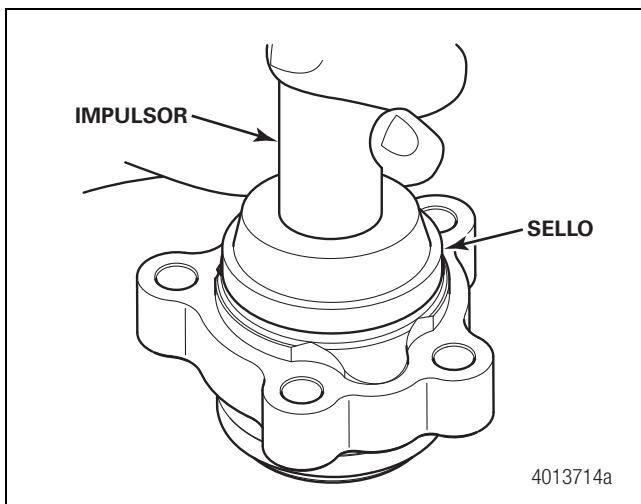
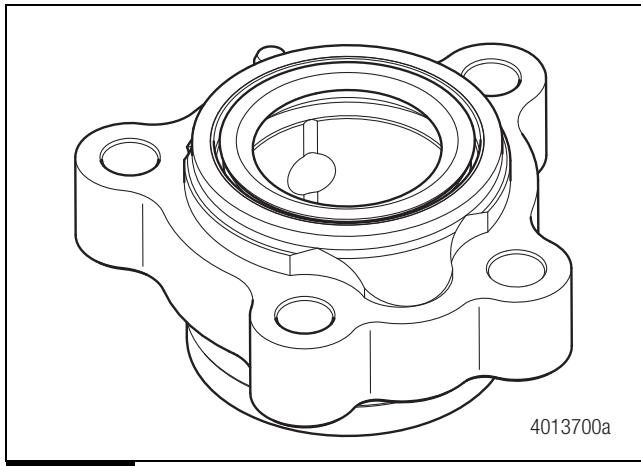

Figura 11.51
Figura 11.52
14. Presione el sello hasta que quede al ras contra la carcasa. Figura 11.51 y Figura 11.52.